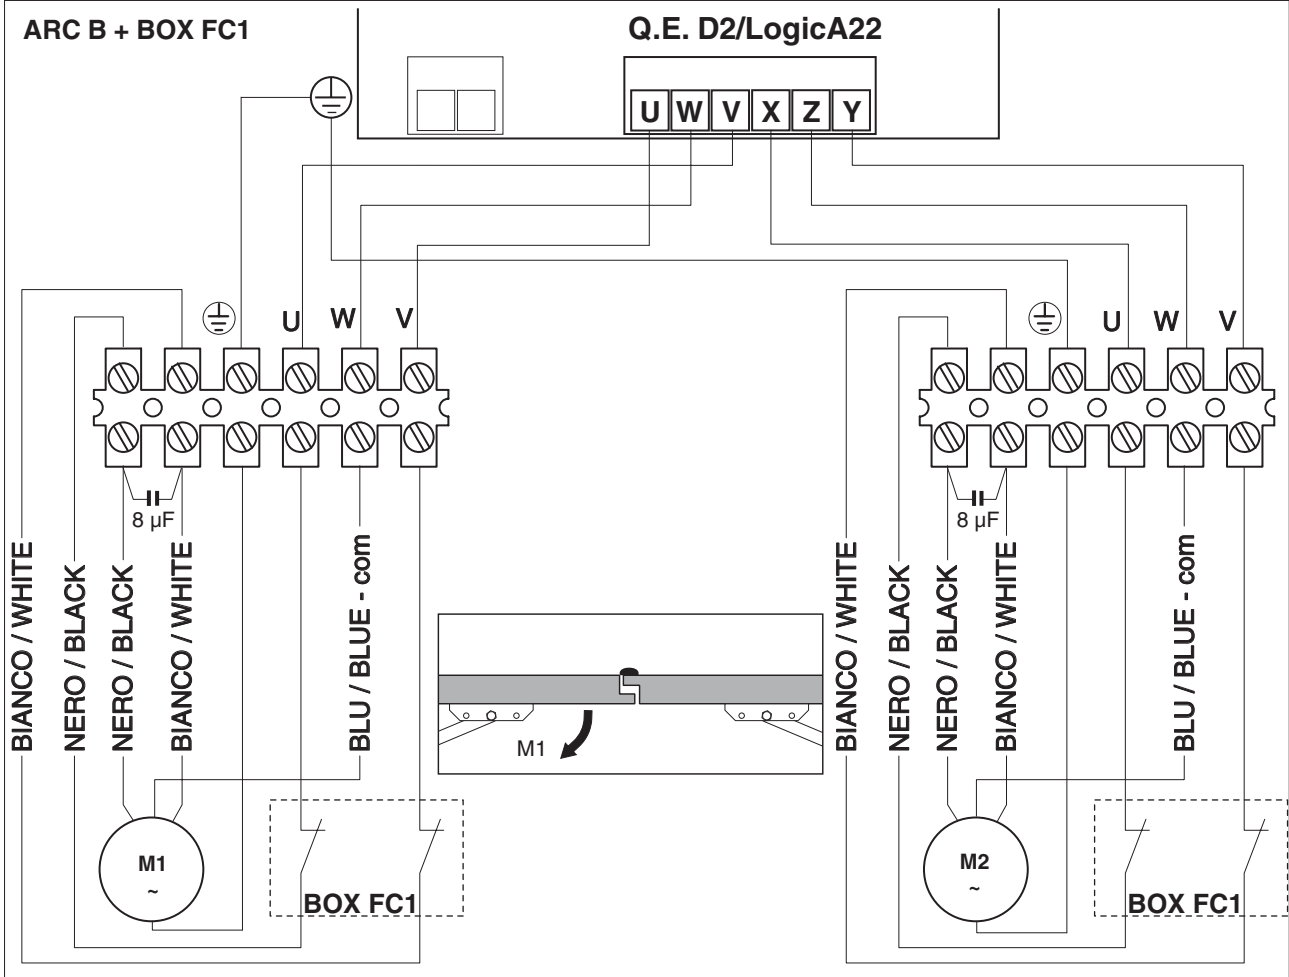

Fig. 11
4.1 Collegare il motoriduttore ARC B come indicato in fig. 10 o in fig. 11. Per invertire il senso di rotazione scambiare le fasi dei motori (U con V e/o X con Y).